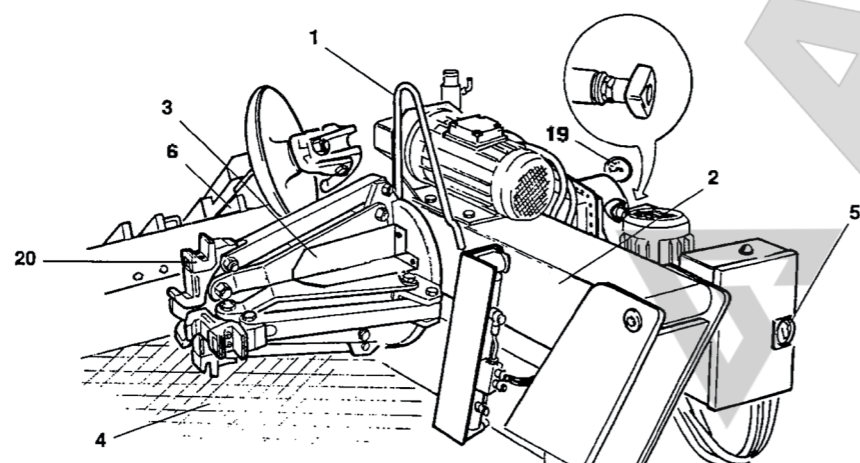

Рис. 8.
4. Продолжая работать с мобильного центра управления, поднимите или опустите рычаг, чтобы установить самоцентрирующийся патрон (3, рис. 8) относительно обода.
Когда зажимы (20, рис. 8) находятся в закрытом положении, переместите колесо на скользящий стол к самоцентрирующемуся патрону. Нажмите на переключатель патрона, чтобы открыть самоцентрирующийся патрон и замок на внутреннем ободе колеса.